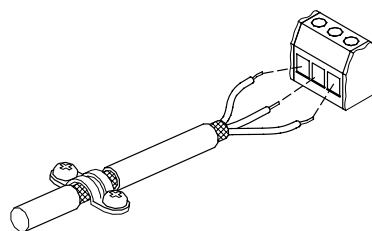

Рис. 6 Соединение оплетки и проводов экранированного кабеля с колодкой
- Экранирование кабелей должно выполняться подключением обоих концов кабельной оболочки на массу насоса. При экранировании кабелей следить за надежным соединением на массу. Торец экранирующей оболочки должен находиться на минимально возможном удалении от соединительных зажимов, смотрите рис. 6.